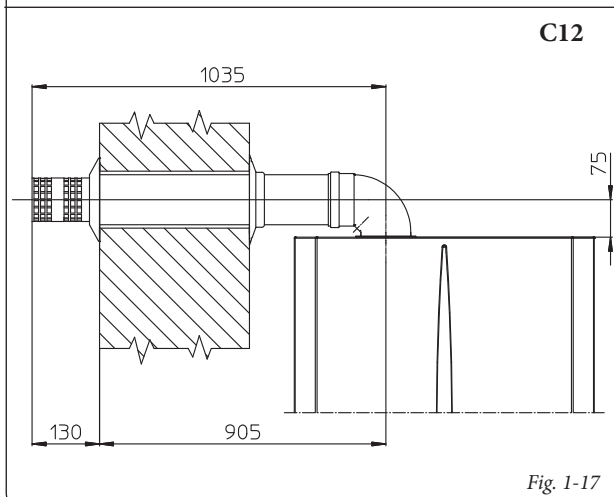

Fig. 1-17
- Applicazione con uscita laterale (Fig. 1-17); Utilizzando il solo kit orizzontale aspirazione-